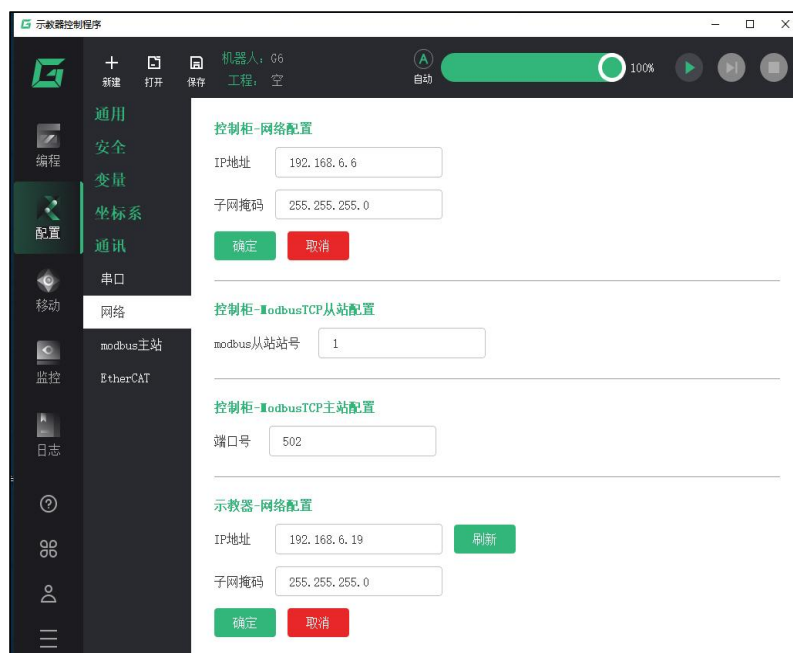

图 16 控制器-网络配置
4) 示教器-网络配置。IP 地址：保证和控制器 IP 地址在同一网段上即可，如图 16 所示。